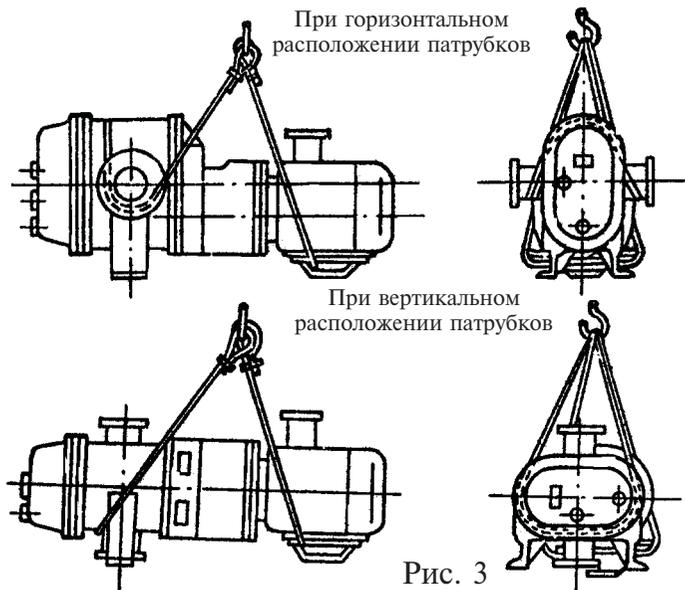

Рис. 3
4.3. При выполнении погрузочно-разгрузочных работ и при монтаже воздухоудвки необходимо использовать исправные средства грузоподъемностью не менее 0,5 тонны. Строповку воздухоудвки производить согласно схеме, показанной на рис. 3.